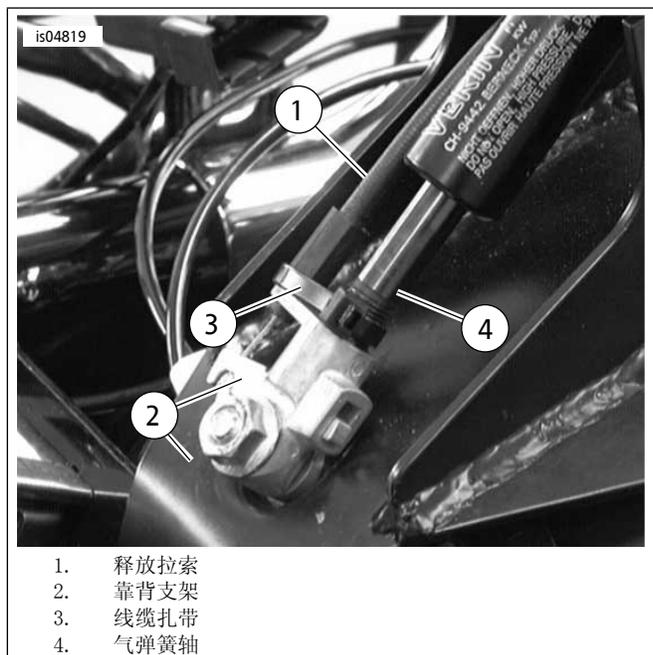

图11。将拉索连接到靠背支架
- 参见图11。按照图示将释放拉索(1)连接至靠背安装架(2)。